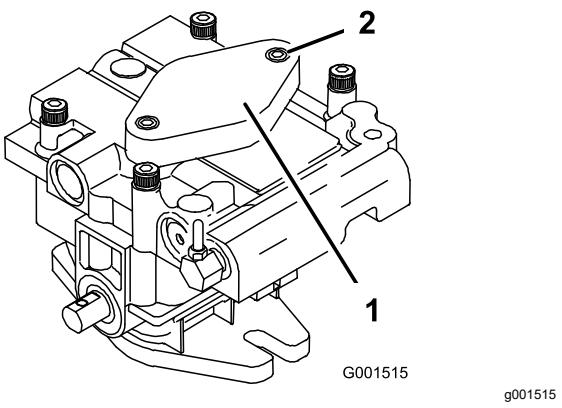

Figura 44
- B. Afloje los 2 tornillos allen (Figura 44) $1\frac{1}{2}$ vuelta solamente.